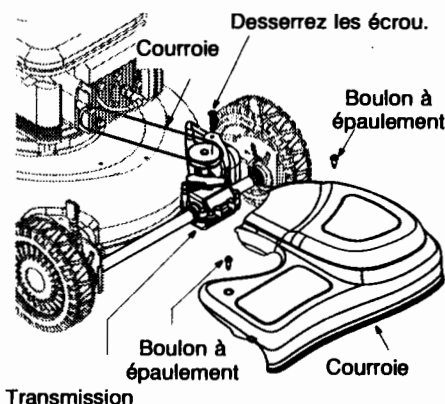

Figure 17
- Enlevez les deux boulons à épaulement qui maintiennent le couvercle avant de la transmission sur la tondeuse. Voir la Figure 17.
- Avec une clé Torx, desserrez la vis retenant le ressort de tension de la courroie sur la transmission. Voir la Figure 17. Ne retirez pas complètement la vis. La tension de la courroie est relâchée au fur et à mesure que la vis est desserrée.